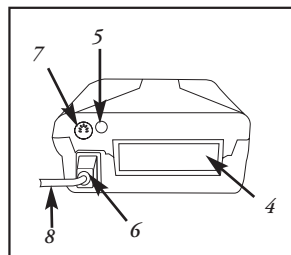

Figure 3
- Insérer le cordon électrique approprié dans le connecteur d'alimentation c.a., (**Figure 3**).